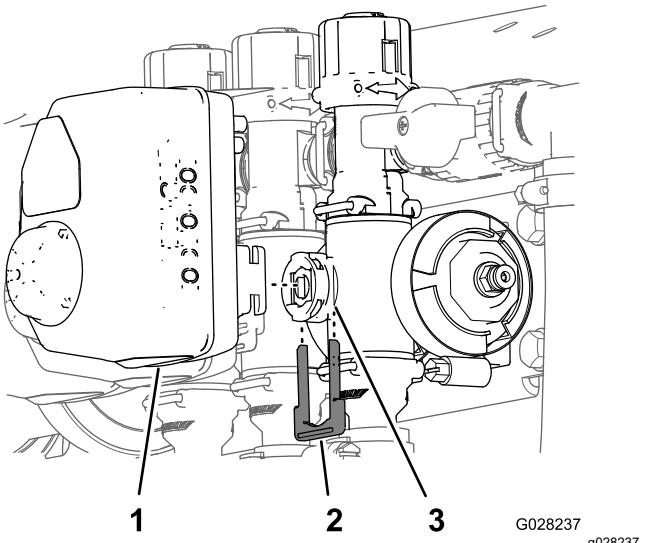

図 9
1. アクチュエータを個別ブームバルブまたは攪拌バルブ用のマニホールドバルブに固定しているリテナを外す図 9。